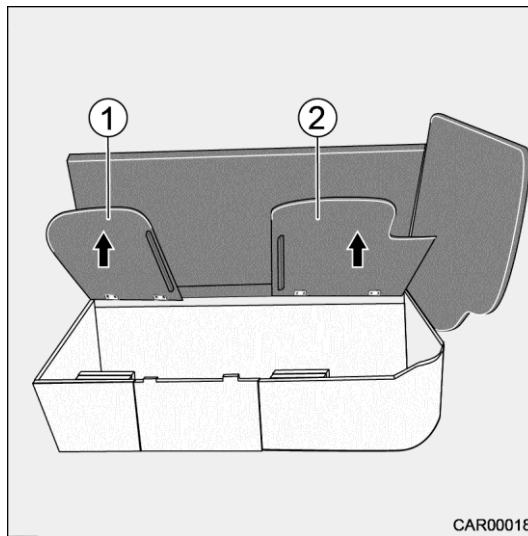

Fig. 28 Transformation du 5e siège
4. Relever les plaques de siège (Fig. 28/1 et 2).